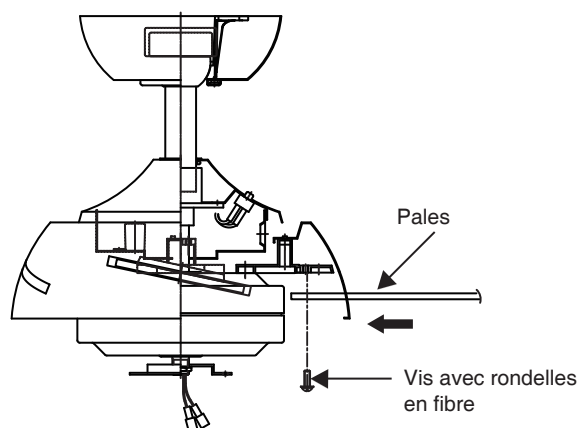

Fig. 11
1. Insérez la pale dans la fente de la pale située dans le boîtier décoratif. Alignez les trous de la pale et du bras de la pale en veillant à ce qu'ils soient également alignés et fixés avec les rondelles en fibre et les vis fournies. (Fig. 11)